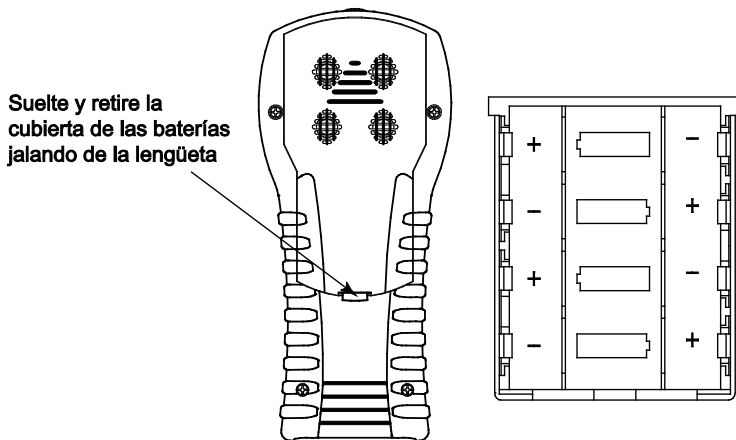

Figura 3-1. Compartimento y cubierta de las baterías
- Retire la cubierta de la batería ubicada en la parte posterior de la unidad (Figura 3-1).